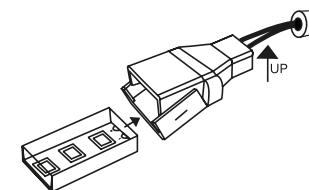

FIG 4.
4. Houd de connector zoals afgebeeld in fig 4. met het scharnierende gedeelte aan de onderzijde en schuif de ledstrip volledig in de connector. **Let op de polariteit!** De connector past maar op één manier op de ledstrip.